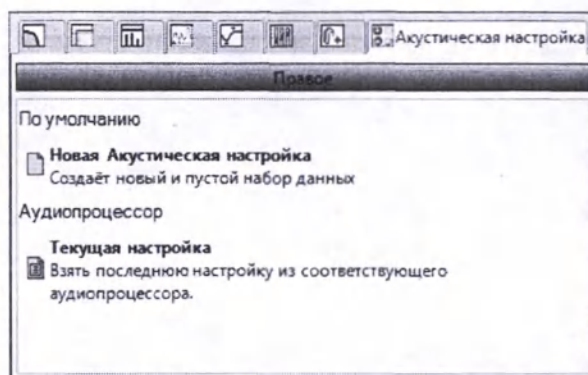

Рис. 136 Диалоговое окно открытия задачи «Акустическая настройка»
1. При нажатии кнопки Новая задача открывается диалоговое окно задачи, показанное на рис. 136, в котором можно выбрать вкладку «Акустическая настройка» и открыть настройку, щелкнув пункт Новая акустическая настройка.